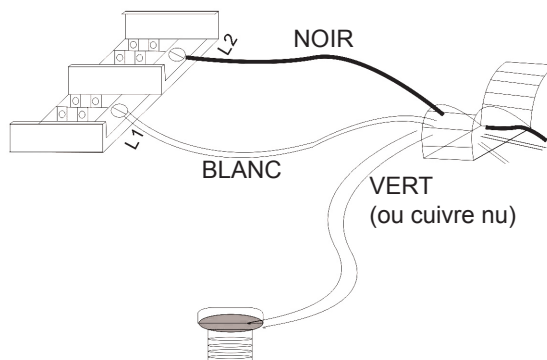

Figure 7
3. Installez les connecteurs de câbles sur l'appareil (voir la figure 7).
4. Connectez les fils au bloc d'alimentation à la base du radiateur (voir la figure 7).